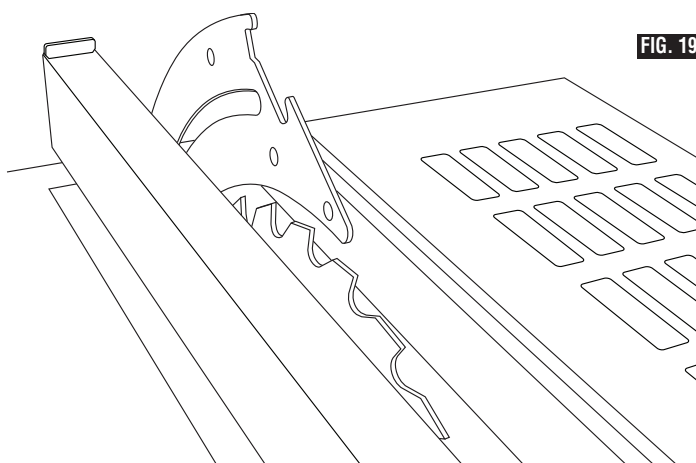

FIG. 19
3. Place the rip fence on the left side of the table. Carefully move the rip fence against the blade so that the rip fence is parallel to the blade and just touches the tips of the saw teeth. Lock the rip fence and make sure the blade at the front and back is still touching the rip fence (Fig 19).
3. Placez le guide de refente sur le côté gauche de la table. Déplacez avec précaution le guide de refente contre la lame de telle façon que le guide de refente soit parallèle à la lame et entre juste en contact avec les pointes des dents de la scie. Verrouillez le guide de refente en place et assurez-vous que la lame à l'avant et à l'arrière est toujours en contact avec le guide de refente (Fig. 19).
3. Coloque el tope-guía para cortar al hilo en el lado izquierdo de la mesa. Mueva cuidadosamente el tope-guía para cortar al hilo contra la hoja, de manera que dicho tope-guía esté paralelo a la hoja y apenas toque las puntas de los dientes de la sierra. Fije el tope-guía para cortar al hilo y asegúrese de que la hoja, en la parte delantera y en la parte trasera, aún esté tocando el tope-guía para cortar al hilo (Fig. 19).